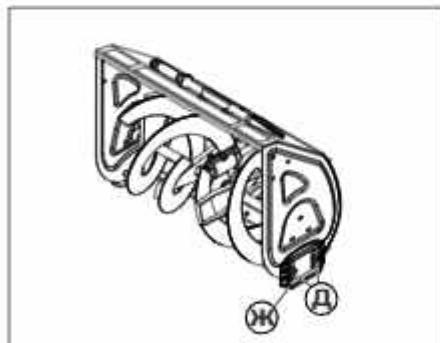

Рис. 33
4. Ослабьте гайки крепления тормозного башмака [рис.33, поз. Д] на тормозном башмаке [рис. 33, поз. Ж].